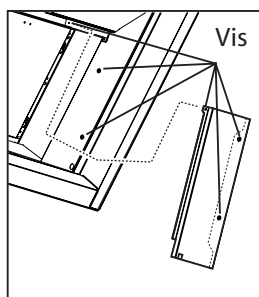

FIG. 12
7. Pour ES36 seulement : montez le support latéral de filtre fourni sur le côté droit de la hotte. Vérifiez que tous les points d'engagement correspondent parfaitement, puis fixez le tout à l'aide de trois vis tel qu'indiqué à la figure 12.